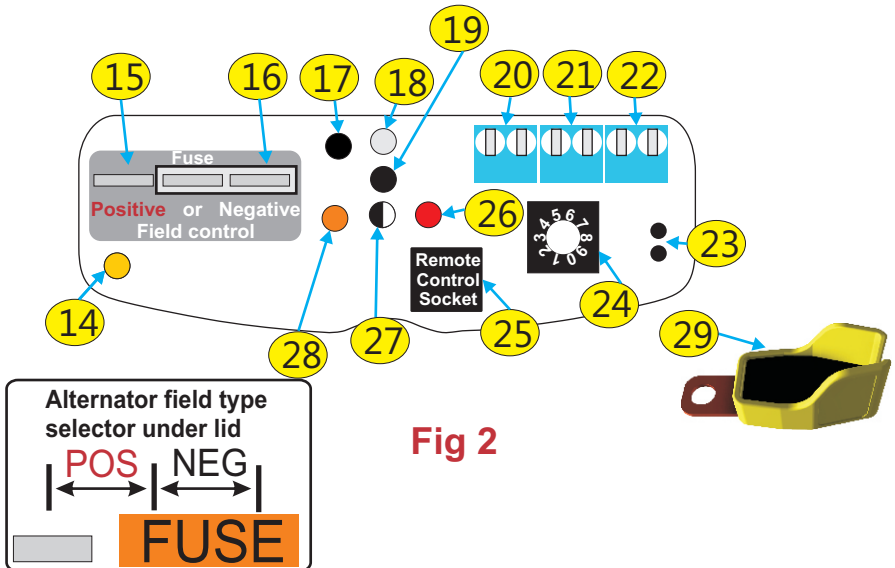

Fig 2
2) Retirer le couvercle inférieur en dévissant l'écrou. Vous devez voir une configuration analogue à la figure 2, un fusible a 2 positions, figure 2, numéro 15 et 16 et un bouton de sélection du type de batterie le 24.
Type d'alternateur: Vous devez avoir établi le type de votre alternateur (contrôle positif ou négatif). Pour paramétrer le type d'alternateur, reportez-vous à la figure 2 pour un alternateur négatif le fusible doit être proche de la paroi intérieure du boîtier, pour un alternateur négatif le fusible occupe l'autre position.
Sélection type de batteries (bouton tournant 24 fig 2)